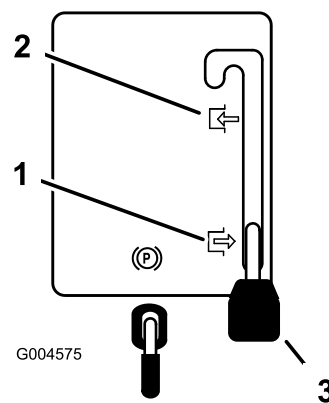

Figura 10
2. Innestate la leva di comando della lama (PDF) spostandola in posizione Engaged (Figura 10).
2. Disinnestate la leva di comando della lama (PDF) spostandola in posizione Disengaged (Figura 10).
4. Disinnestate la leva di comando della lama (PDF) spostandola in posizione Disengaged (Figura 10).